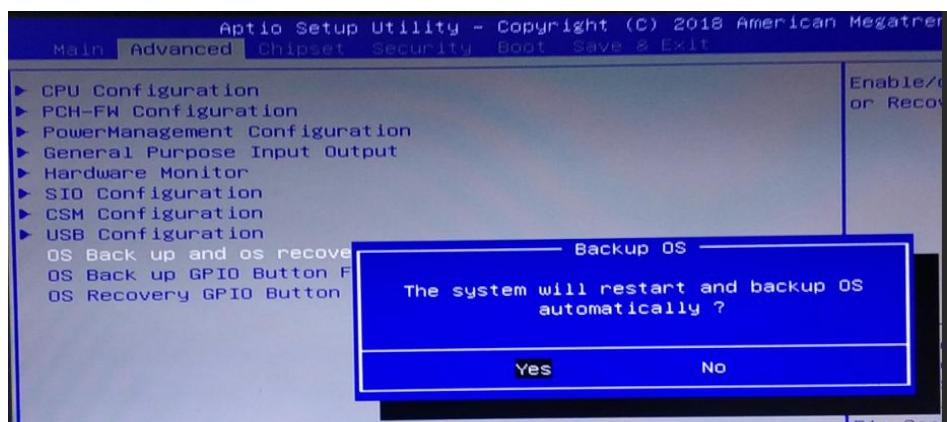

图 2 按 F3 备份界面
(3) 按下键盘左上角的 F3 键，界面会出现提示：系统将会重启，同时开始自动备份系统（如图 2 所示），使用键盘选中[YES]，进入到备份界面开始备份，备份结束后会自动重启系统。